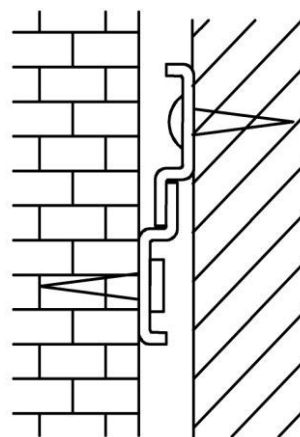

Рис. 2
3. На задней стенке (93) закрепить три навесные шины. Шины устанавливаются зацепами вниз и крепятся тремя саморезами 4,2x13 каждая (рис.2).
Определить место для установки изделия. Для навески полки необходимо наличие свободного пространства над крышкой 15-20мм. Отметить положение верхнего края изделия. На расстоянии 80мм вниз от определенного Вами верхнего края изделия проведите горизонтальную линию. Это ось крепления навесных шин. Закрепите три навесные шины зацепами вверх на стене при помощи двух шурупов-навесов 5,5x50мм на каждую, вворачивая их в дюбели так, чтобы они находились напротив ответных частей шин, закрепленных на задней стенке полки (рис.2).
Навесить полку на стену, при этом навесные шины должны войти в зацепление друг с другом (рис.2).